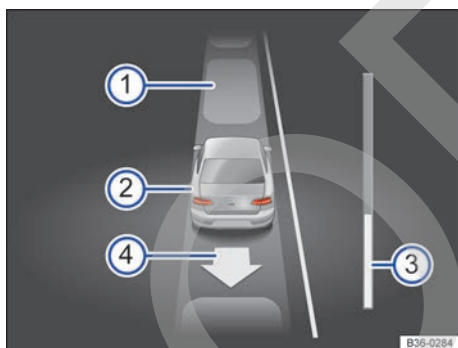

Fig. 213 En la pantalla del cuadro de instrumentos: desapparcar de un hueco en línea.
Leyenda de la fig. 213:
7.	Retroceda hasta que suene la señal continua del ParkPilot. O BIEN: dé marcha atrás hasta que en la pantalla del cuadro de instrumentos aparezca la indicación de dar marcha adelante. La barra de progreso → fig. 213  indica la distancia que hay que recorrer → pág. 267 .